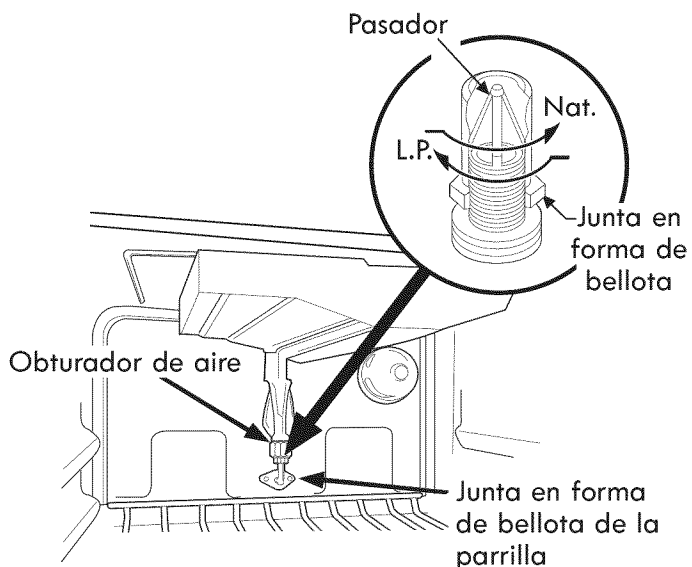

Figura 10
C. Ajuste del orificio del quemador del asador (Modelos autolimpiadores solamente) (vea figura 10)
Usando una llave de $\frac{1}{2}$ ", giro hacia abajo la junta en forma de bellota ajustable que inyecta gas al quemador del horno. Gire esta junta en forma de bellota hasta que ajuste contra el pasador medidor de LP. Esto será aproximadamente $2\frac{1}{2}$ vueltas. No lo apriete demasiado (vea figura 10).